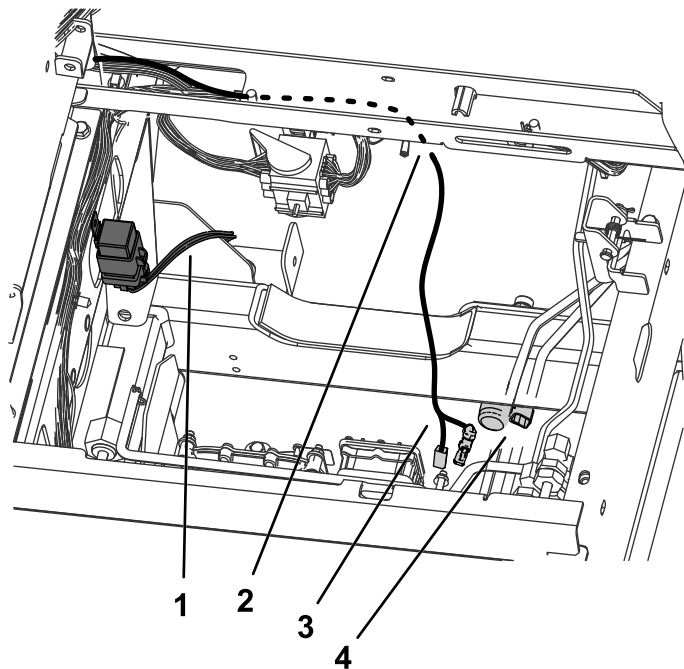
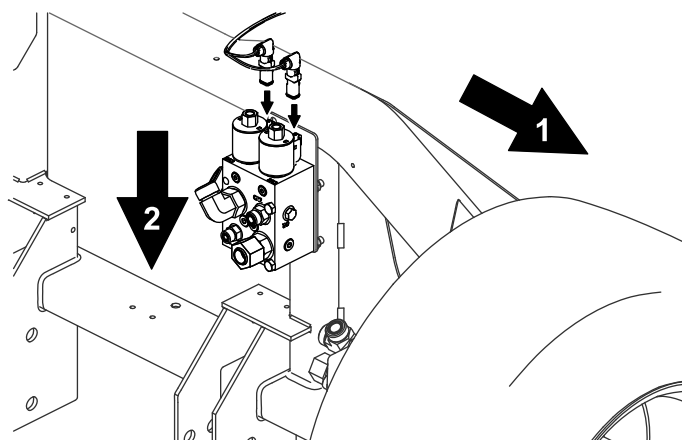

图 28
图 32
9. 将未直接连接到继电器的 2 根剩余电线沿着机架下方的现有线束布放直至位于 3 向歧管的上方图 28。
13. 将剩余的松散线束端部绕在下机架上并将它们连接到右前轮胎内侧的分流器歧管上的 2 个线圈图 28 和图 32。